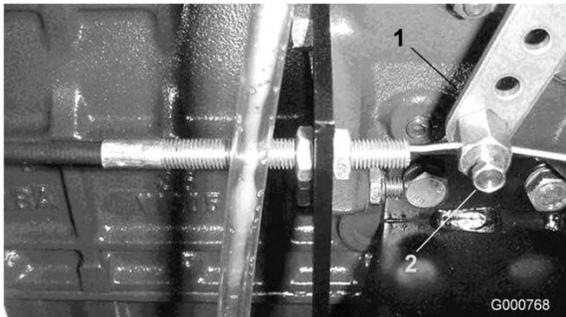

Bild 58
2. Lockern Sie den Anschluss des Bowdenzugs am Arm der Einspritzpumpe (Bild 58).